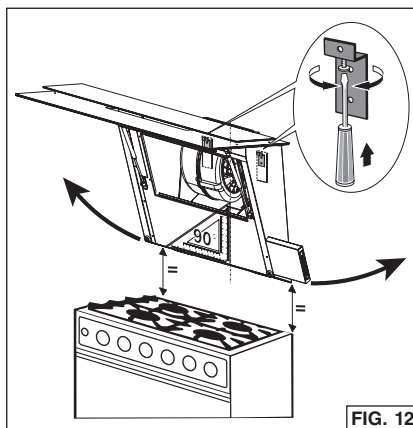

FIG. 12
6. Mettez la hotte à niveau en utilisant les (2) vis fournies sur les supports de montage. Fig. 12.